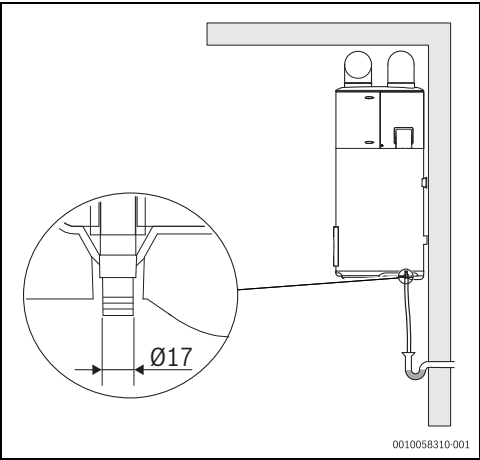

Fig. 21 Conexión de la salida de condensados
- ▶ Conectar una tubería de salida de gases flexible de Ø 17mm (fig. 21).